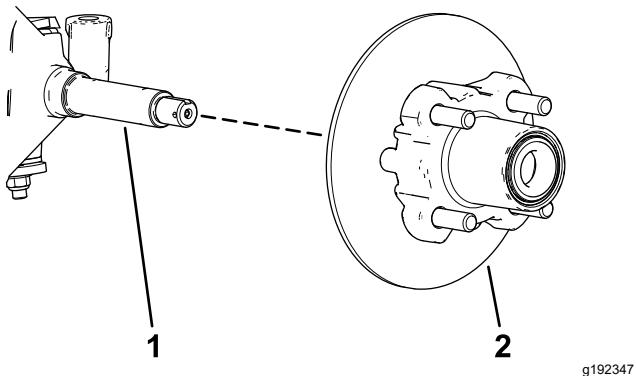

Figure 40
6. Enlevez l'écrou de la fusée, et séparez l'ensemble moyeu et rotor de la fusée (Figure 39 et Figure 40).